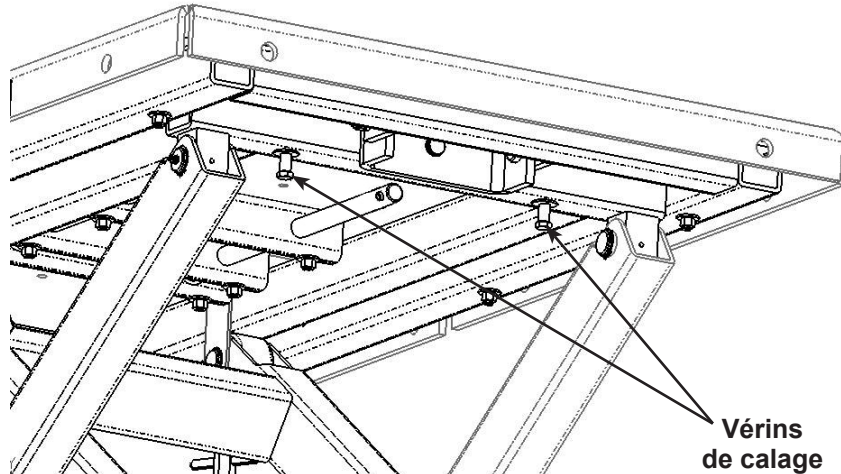

Figure 2
1. Insérez les vérins de calage dans les douilles (environ 5 tours). Les vérins de calage ne doivent pas dépasser le tube en acier ou toucher la partie inférieure de la plateforme s'ils ne sont pas utilisés. Référez-vous à la Figure 2 de la section « Fonctionnalité de stabilisation ».
Si le système de levage doit être utilisé comme une surface de travail stable pour les composants d'entretien, deux vérins de calage (voir Figure 2) ont été ajoutés pour permettre à la plateforme de se stabiliser.